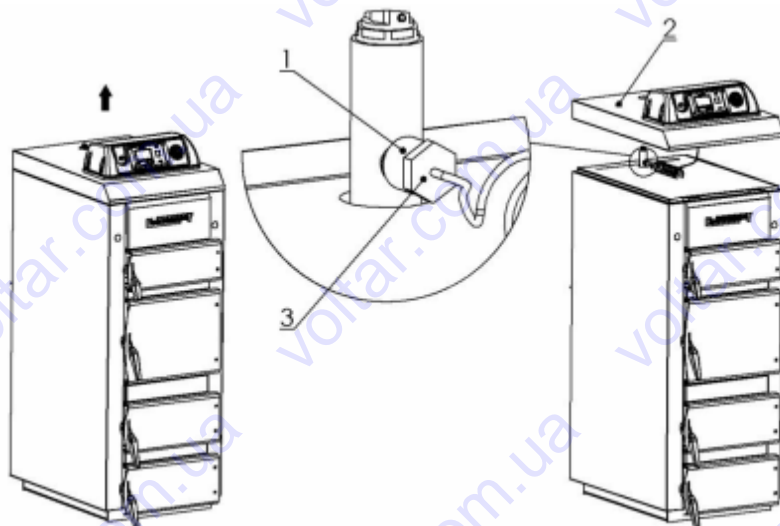

Рис. 11 Демонтаж кришки обудови котла і проводу термоманометра.
Для цього треба зняти кришку обудови котла (2) так, як показано на рисунку(Рис.11). і перевірити щільність з'єднання виходу (1) з проводом термоманометра (3).